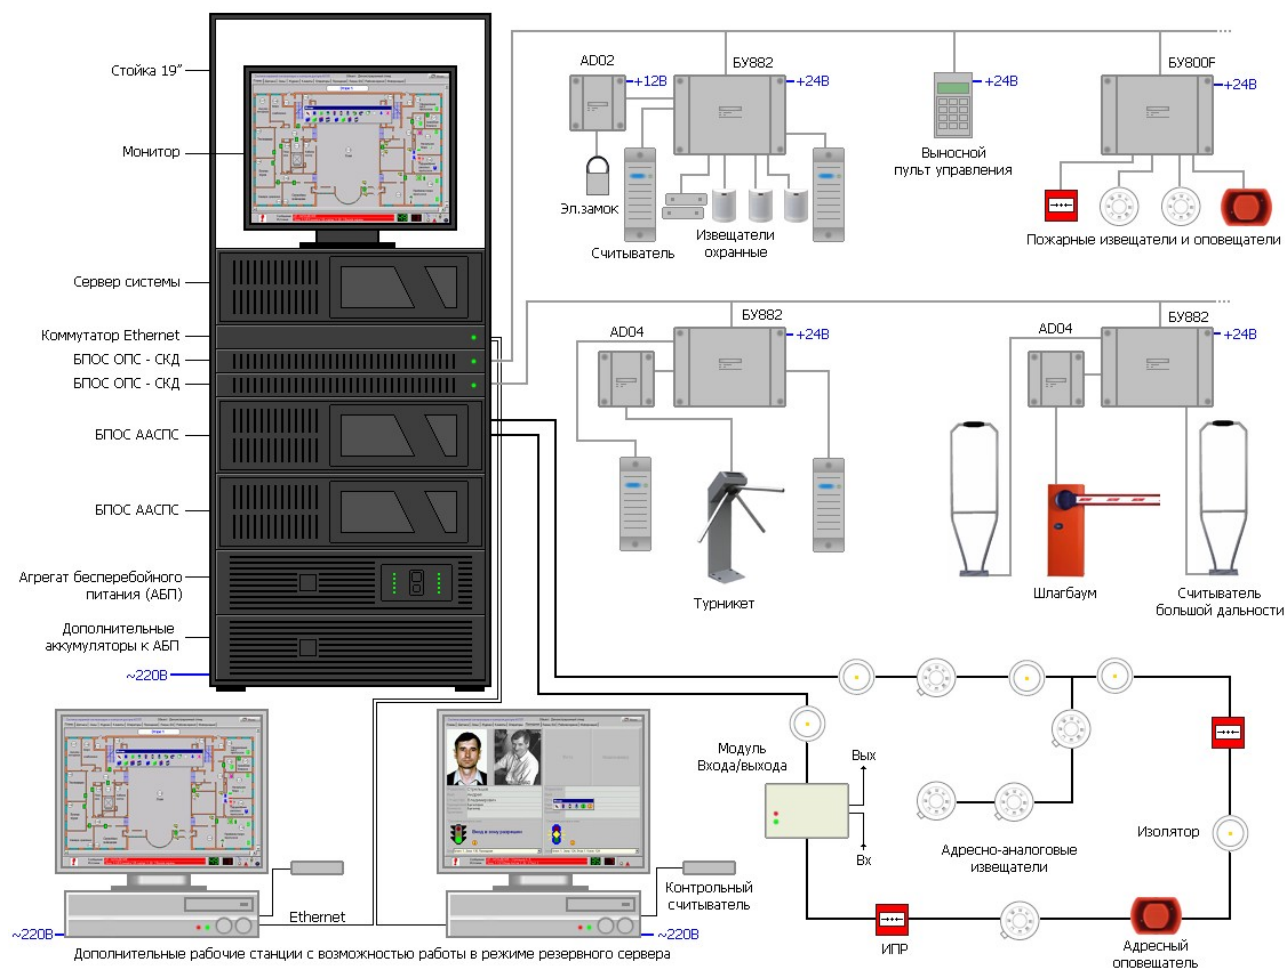

Рис. 5.1
5.1.1. Структурная схема системы представлена на рис.5.1.